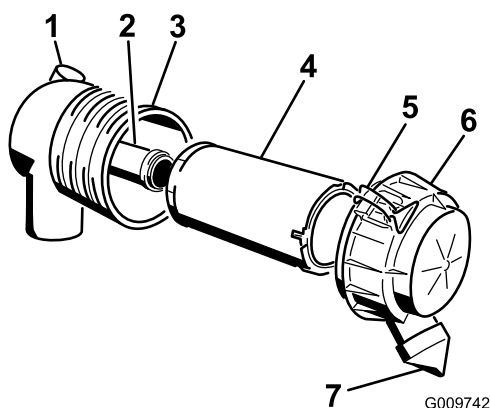

Figura 30
Importante: Effettuate la manutenzione del filtro dell'aria quando la spia diventa rossa (Figura 30). Sostituendo il filtro dell'aria prima del necessario aumenta il rischio che la morchia entri nel motore quando si toglie il filtro.
4. Rilasciare i dispositivi di fermo del filtro dell'aria e togliere il coperchio dal corpo del filtro (Figura 30).
1. Estraete con cautela il filtro primario dal corpo del filtro dell'aria (Figura 30). Non urtate il filtro contro il corpo.
4. Se sostituite il filtro di sicurezza, fate scorrere delicatamente il nuovo filtro nel corpo del filtro (Figura 30).
5. Montate con cautela il filtro primario sul filtro di sicurezza (Figura 30). Verificare che sia inserito a fondo, premendo sul bordo esterno del filtro mentre lo si inserisce.
6. Montate il coperchio del filtro dell'aria con il lato contrassegnato UP (alto) rivolto in alto, quindi fissate i dispositivi di fermo (Figura 30).